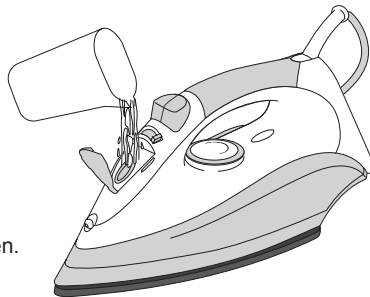

Abbildung 2
3. Füllen Sie diesen mit sauberem Leitungswasser. Verwenden Sie hierzu den mitgelieferten Füllbecher (siehe Abbildung 2).